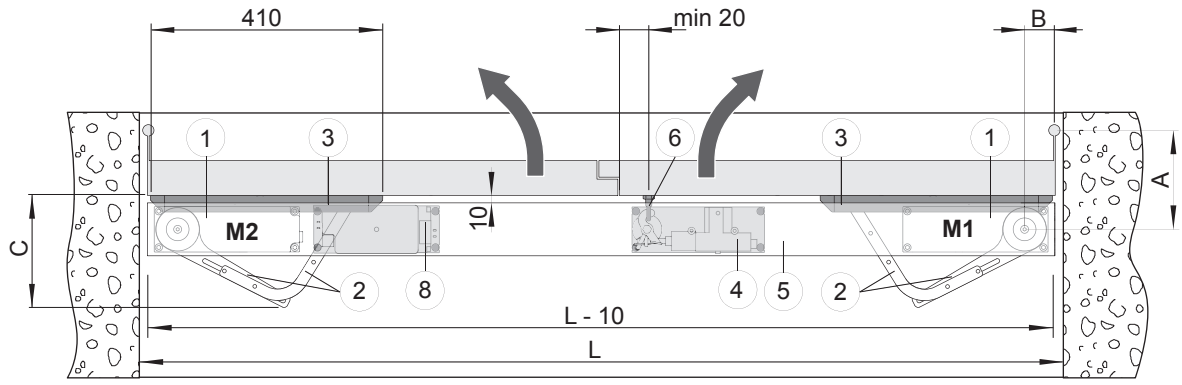

Fig. 1
2.1 Verweis auf Standard-Montage (Abb. 1)